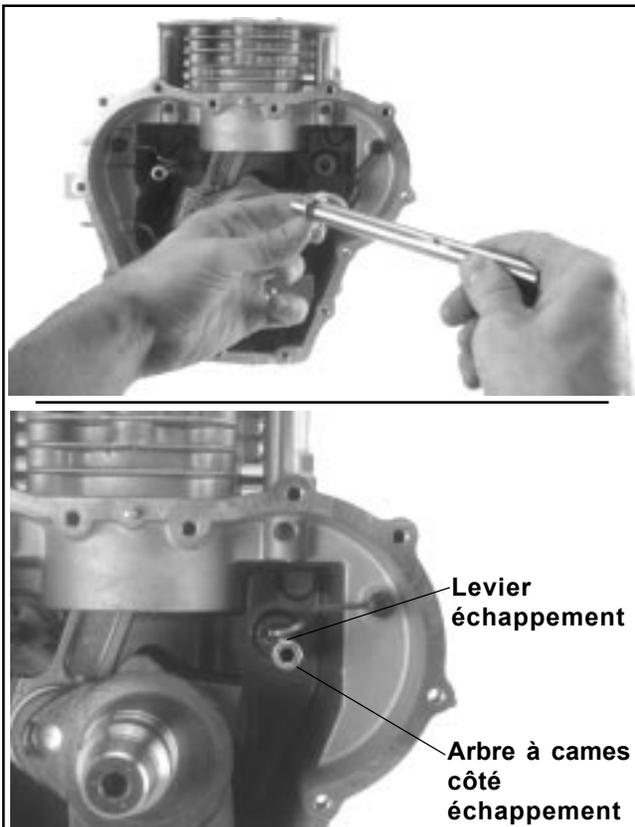

Figure 10-22. Installation de l'arbre à cames côté échappement.
- Appliquer un peu de graisse sur la gorge dans la rondelle de butée. Glisser la rondelle sur l'arbre à cames de sorte que le téton d'entraînement court se place dans la gorge. La graisse maintient la rondelle en position. Tourner le levier à cames côté échappement vers le trou du poussoir, puis insérer l'arbre à cames dans le contre-trou du carter. Vérifier que le téton reste bien dans la gorge de la rondelle de butée. Voir la Figure 10-22.